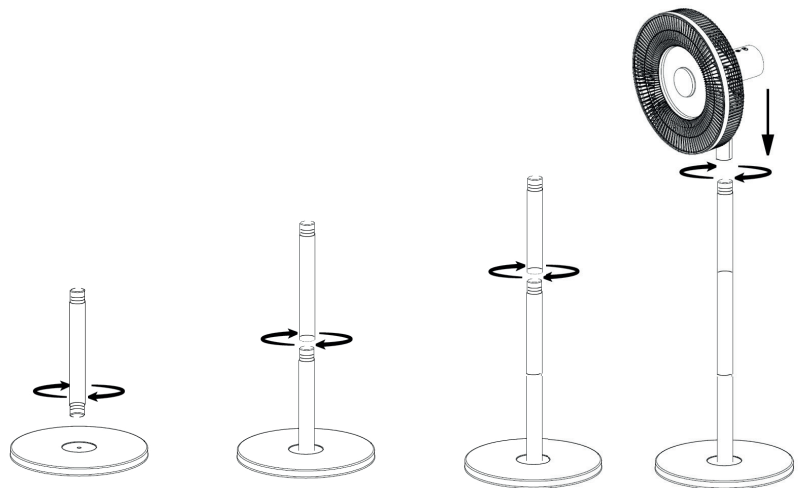

Fig. 1
1. Retire as peças da embalagem. Instale o tubo vertical (para baixo-meio-para cima) seguindo os passos abaixo. (Fig. 1 mostrada)